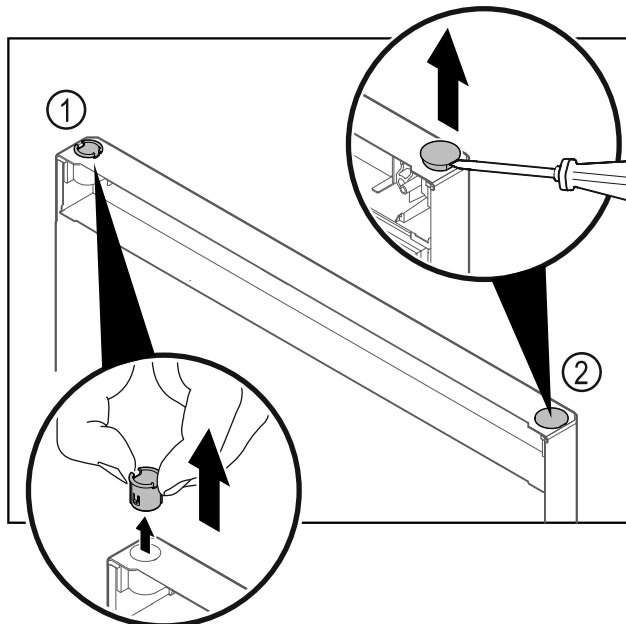

Fig. 15
- Tõmmake šarniiripuks Fig. 15 (1) sõrmedega välja.
- Tõstke kattedek Fig. 15 (2) ettevaatlikult lapikkruvikeerajaga üles ja tõmmake välja.